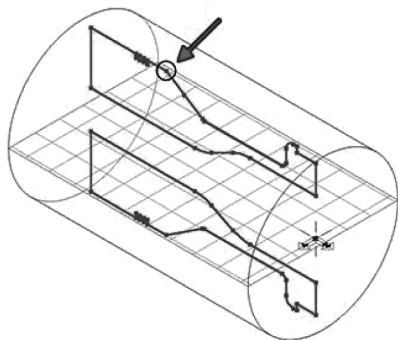

图 6-106 选取坐标点位置
- 3) 选择如图 6-106 所示的点并左键单击它来改变坐标原点按钮 .